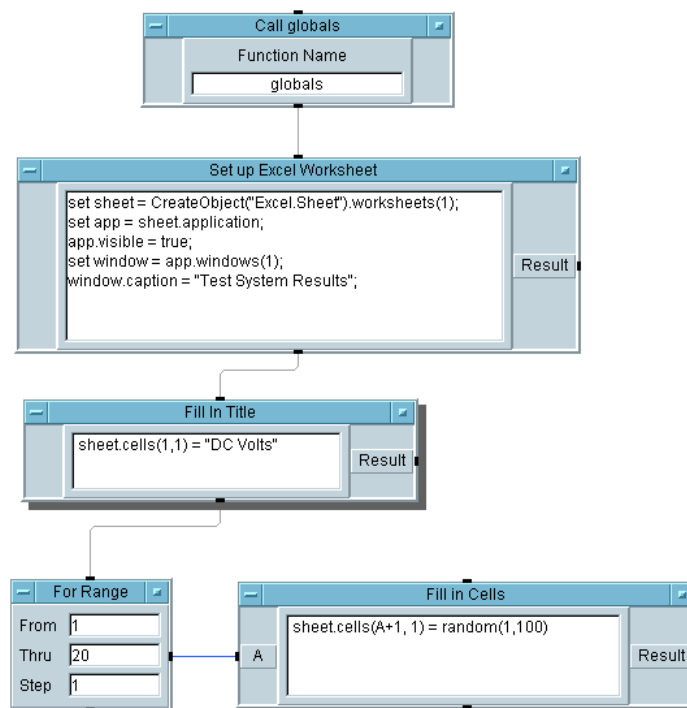

図 6-7. シートへのタイトルとデータの追加
9. [Device] ⇒ [Formula] で、Formula オブジェクトを作成します。Formula オブジェクトをクローンし、2 つ目の Formula オブジェクトを作成します。[Flow] ⇒ [Repeat] ⇒ [For Range] で、For Range オブジェクトを作成します。図 6-7 のようにオブジェクトの名前を変更し、相互に接続し、設定します。Formula オブジェクトの Fill in Title にある入力端子は必ず削除してください。